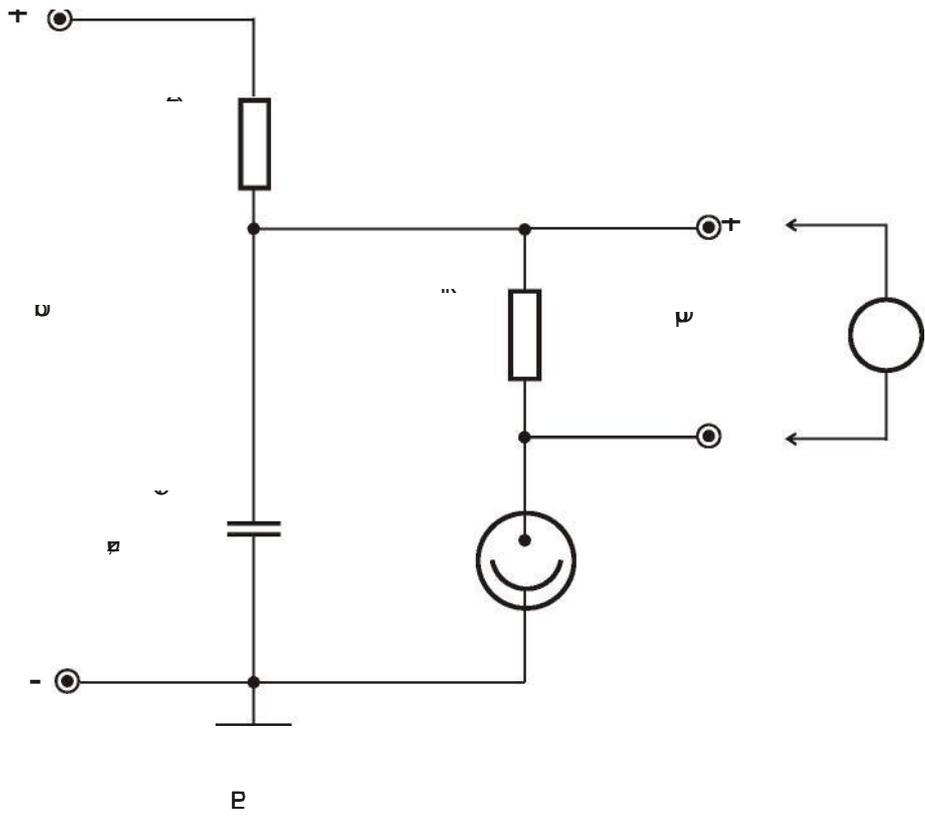

Fig.1 Schaltung der Fotozelle
Fig.1 zeigt die Schaltung der Fozelle. Am Buchsenpaar (1) liegt die Saugspannung U_b , die zwischen Kathode und Anode der Röhre ein elektrisches Feld aufbaut. Mit einem am Buchsenpaar (2) angeschlossenen Mikroamperemeter kann die Abhängigkeit von Beleuchtungsstärke und Fotostromstärke nachgewiesen werden.